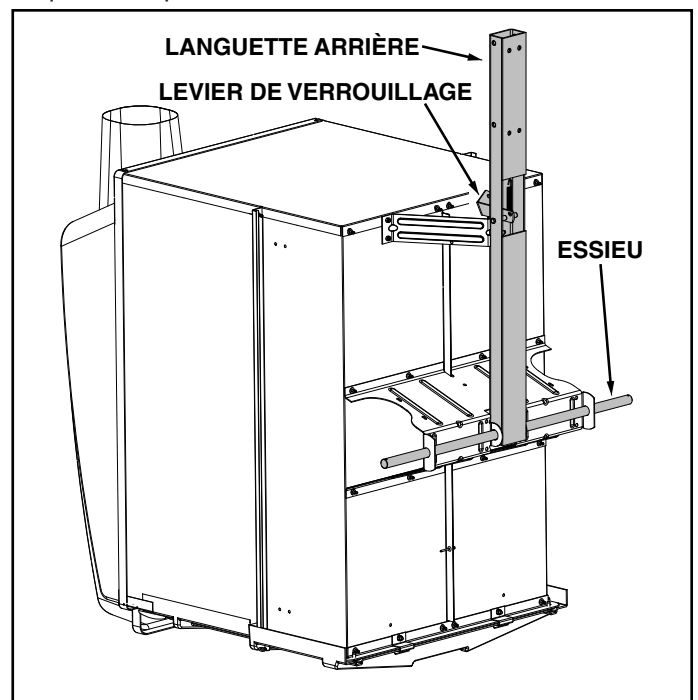

FIGURE 3
4. Installez la languette arrière et l'essieu sur le corps du chariot, en faisant glisser l'essieu à travers le support de roue et la languette. Verrouillez la languette sur le support du loquet à l'aide du loquet de la pédale. Voir la figure 3.